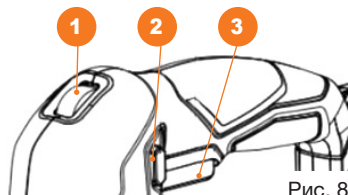

Рис. 8
- Отпустите кнопку блокировки включения ②, продолжая держать нажатым клавишу включения ③ для проведения работы с изделием (Рис. 8).
- Для остановки двигателя отпустите клавишу включения ③, дождитесь полной остановки полотна.